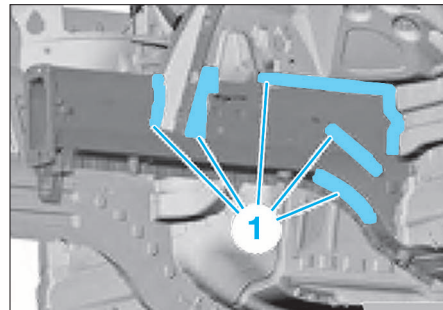

FIG. 4
• Défaire les soudures dans les zones (1) (Fig.4 et 5).